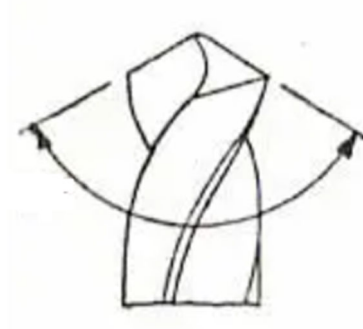

Fig 3. Angle de la punta d'una broca per metall
14. A quin angle hem d'esmolar la punta d'una broca de metall, veure Fig 3, per practicar el forat correctament: